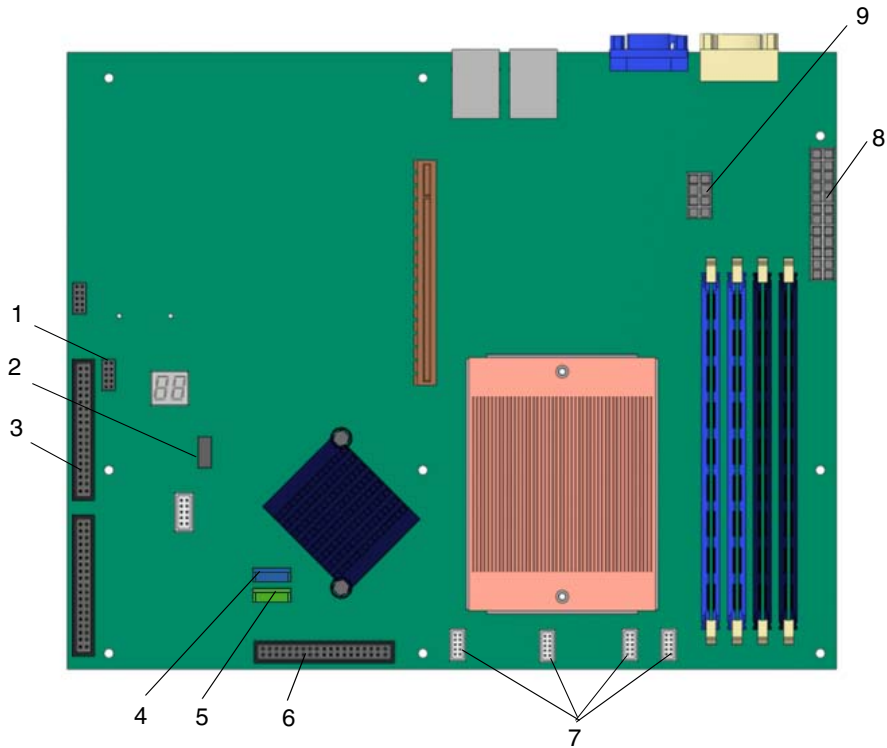
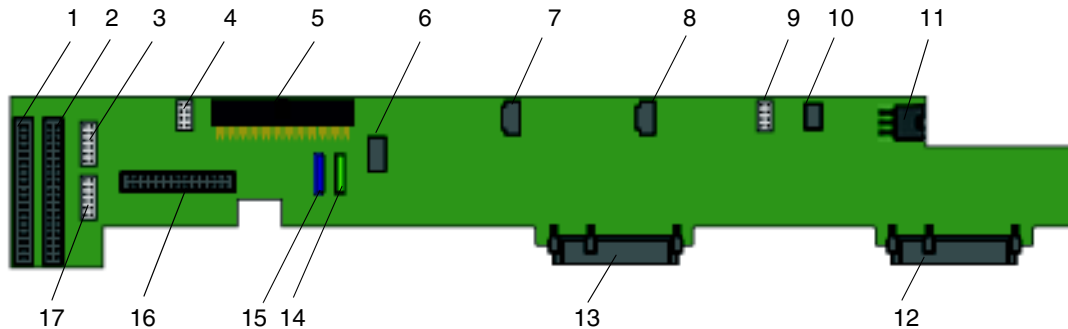

ABBILDUNG 4-36 Kabelanschluss auf der Hauptplatine
ABBILDUNG 4-37 Kabelanschlüsse der SATA-Anschlussleiste
Die Positionen der Anschlüsse sind in ABBILDUNG 4-36 und ABBILDUNG 4-37 dargestellt. Weitere Informationen finden Sie im Verkabelungsdiagramm auf dem Serviceaufkleber am Gehäuse des Systems
- 3. Ersetzen Sie alle notwendigen Kabel. (Siehe ABBILDUNG 4-36 oder ABBILDUNG 4-37.)**